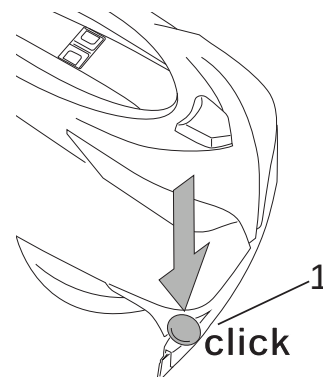

Fig.2B
- Installer la roue pare-chocs (Fig. 2B - Rep. 1).